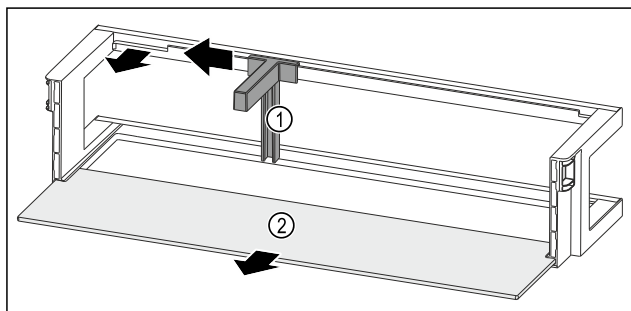

Fig. 65 Balconcino controporta con fermabottiglie e ripiano
- Spingere il fermabottiglie Fig. 65 (1) lateralmente fino all'incavo.
- Rimuovere il fermabottiglie Fig. 65 (1).
- Rimuovere il ripiano Fig. 65 (2).